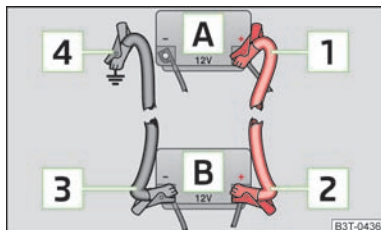

Fig. 114
- Sæt den ene ende **1** » Fig. 114 fast på pluspolen på det afladede batteri **A**.
- Sæt den ene ende **3** » Fig. 114 fast på minuspolen på det strømgivende batteri **B**.